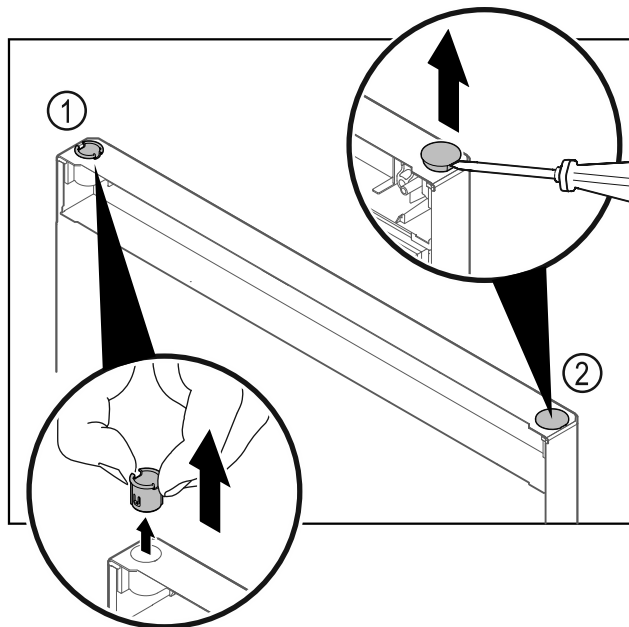

Fig. 22
- Izvucite čahuru šarke Fig. 22 (1) prstima.
- Odvijačem s ravnom glavom oprezno podignite čep Fig. 22 (2) i izvadite ga.